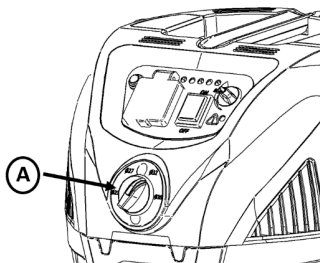

Fig. 15
For støvsugere i klasse M og H bruges skal slangens diameter justeres på maskinens forvalgskontakt. Dette kan gøres med kontakten (A) i fig. 15.